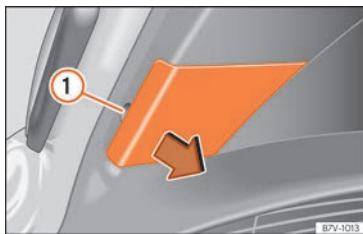

Fig. 68 Dans le hayon arrière : retirer le cache.
- Retirez le cache avec soin en faisant levier avec la partie plate du tournevis de l'outillage de bord (» » page 45) au niveau de l'évidement » » fig. 68 ①.